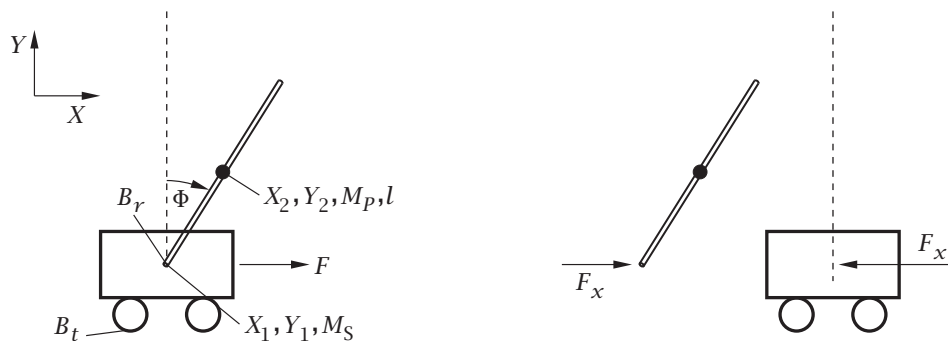

Abbildung 4.11: Inverses Einzelpendel
4.21 ☞ *Inverses Einzelpendel als S-Function:* In dieser Aufgabe soll das dynamische Verhalten des inversen Einzelpendels (siehe Abb. 4.11) als S-Function modelliert werden. Mit Hilfe von S-Functions können Systeme sehr einfach anhand der zugehörigen linearen bzw. nicht-linearen DGL-Systeme in Zustandsraumdarstellung beschrieben werden. Die allgemeine Form eines nicht-linearen DGL-Systems in Zustandsraumdarstellung stellt sich wie folgt dar: